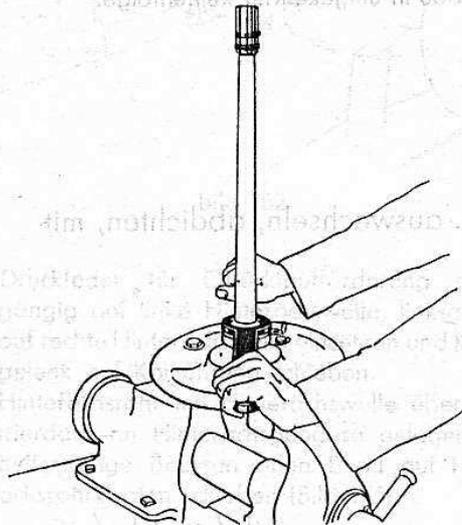
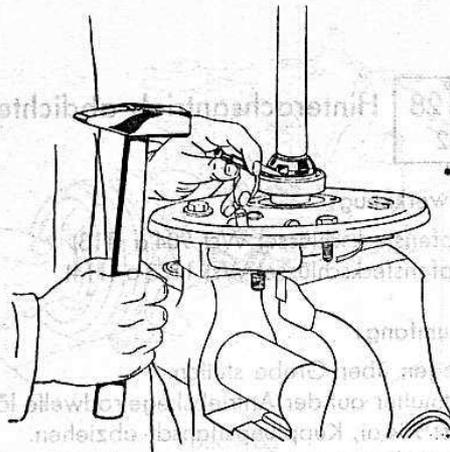

Bild 189
Bild 190
13. Kugellager mit geeignetem Rohrstück aufschlagen, Sicherungsblech auflegen und Nutmutter mit Ringschlüssel (Wst 1145) festziehen (Bild 189), Sicherung in Nuten einstemmen (Bild 190).